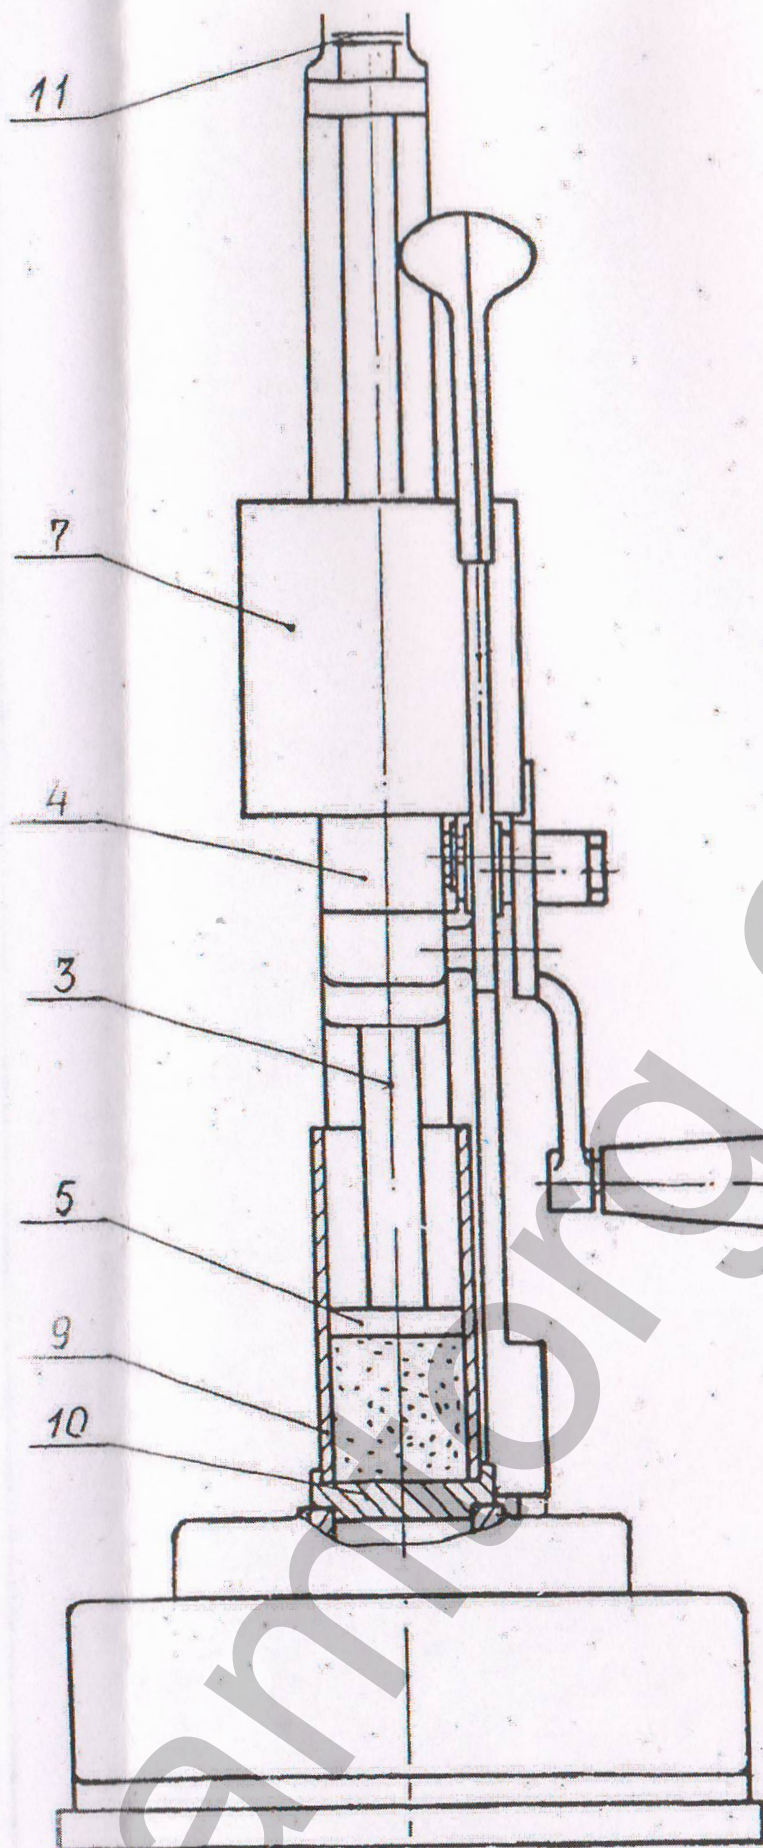

Рис.1
1.9. Общий вид копра приведен на рис.1.
На рис.1 показан общий вид и расположение составных частей копра.